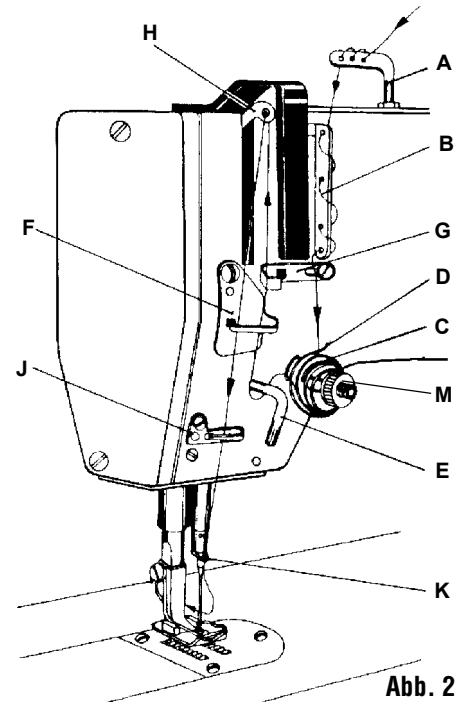
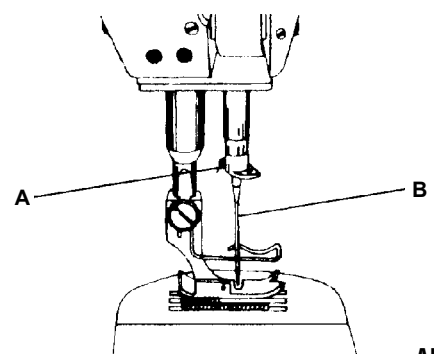
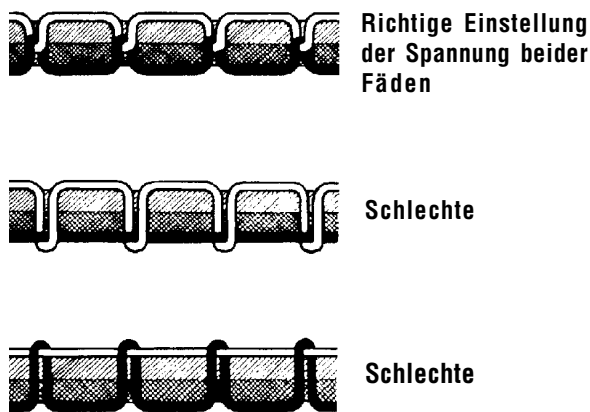

Abb. 2
Abb. 4
Abb. 5
Die Nähmaschine nicht ohne Fingerschutz (C, Abb. 4) und ohne Fadenhebelschutz (P, Abb. 2) verwenden.
6.3 Nadeleinsetzen (Abb. 4)
Die Spannung des Ober- und des Unterfadens muß gegeneinander so eingestellt sein, daß die Bindung von Stichen in die Mitte des Nähgutes zu liegen kommt (Abb. 5). Die Oberfadenspannung wird durch das Drehen der Spannermutter (M, Abb. 2) eingestellt. Durch das Drehen der Mutter nach rechts (im Uhrzeigersinn) erhöht man die Oberfadenspannung und umgekehrt.